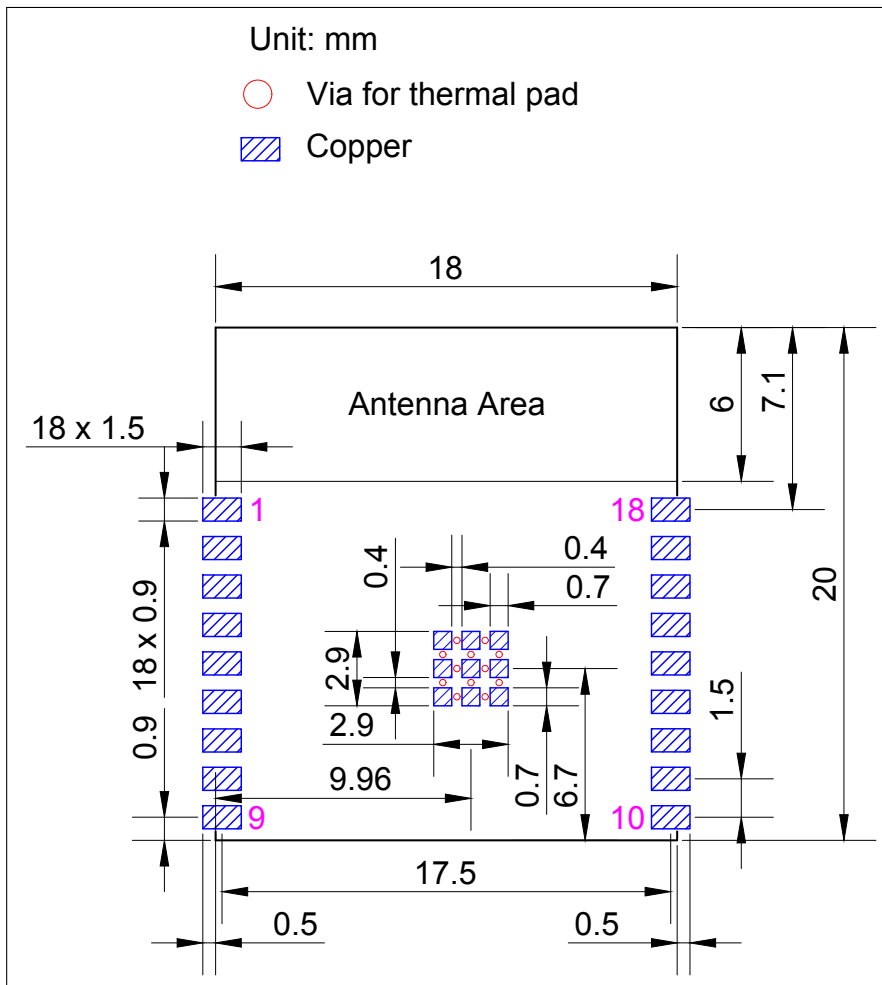
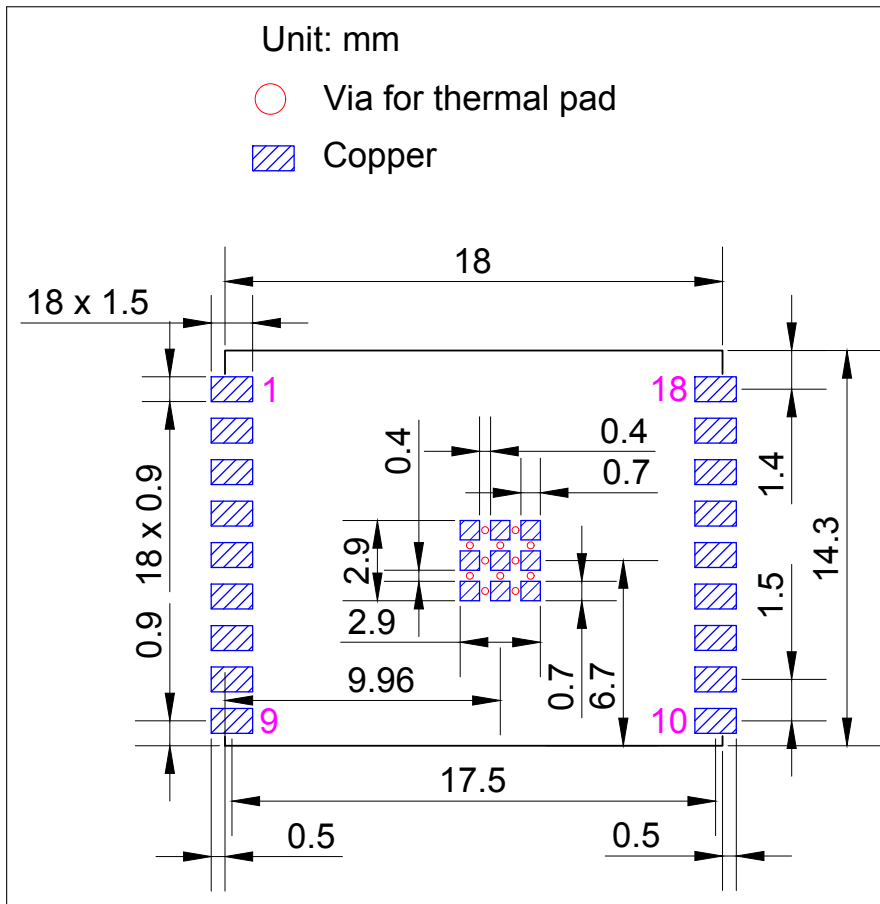

图 11: ESP32-C3-WROOM-02 推荐 PCB 封装图形
图 12: ESP32-C3-WROOM-02U 推荐 PCB 封装图形
- 推荐 PCB 封装图，标有 PCB 设计所需的全部尺寸。详见图 11 ESP32-C3-WROOM-02 推荐 PCB 封装图形和图 12 ESP32-C3-WROOM-02U 推荐 PCB 封装图形。
- 推荐 PCB 封装图的源文件，用于测量图 11 和 12 中未标注的尺寸。您可用 Autodesk Viewer 查看 ESP32-C3-WROOM-02 和 ESP32-C3-WROOM-02U 的封装图源文件。